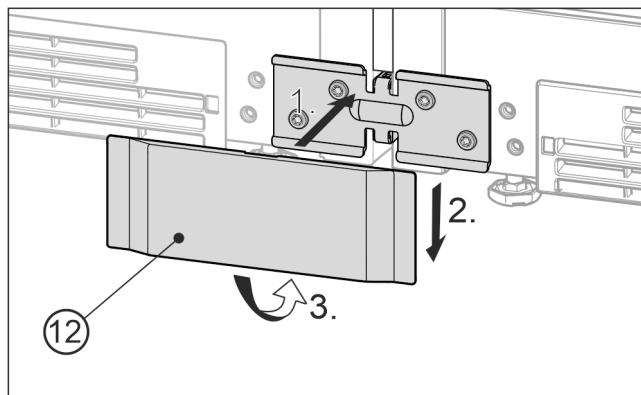

Fig. 24 例图
- ▶ 将下方的盖板 Fig. 24 (12)从前面放置到角上 Fig. 24 (1)，向下推入 Fig. 24 (2) 并向下卡紧 Fig. 24 (3)。